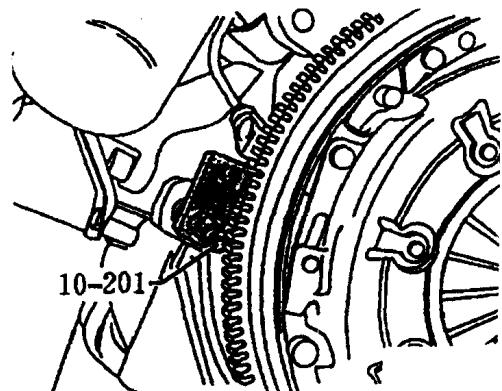

图 1-35
(1) 拆卸：用定位器 10-201 反向定住飞轮/传动盘（如图 1-35 所示），标出飞轮传动盘相对发动机的位置。